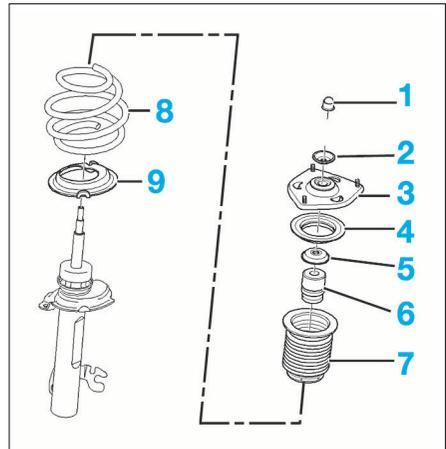

FIG. 9
- l'écrou de tige d'amortisseur (1) (Fig.9) tout en maintenant la tige à l'aide d'une clé Allen.